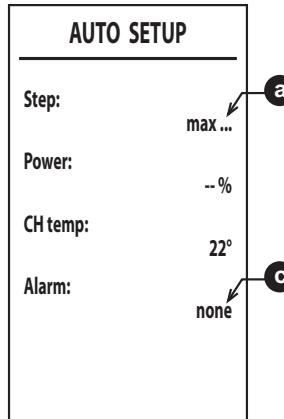

fig. 38
6. Después del encendido, el quemador se pone en modo calefacción a las distintas potencias (máx., med., mín.) indicadas por el punto **a** (fig. 38). Si la eliminación del calor de la instalación no es suficiente para hacer terminar el procedimiento, se puede activar una demanda de ACS solo después de que se haya encendido el quemador.
8. Si la secuencia de encendido descrita en el punto “6” no termina correctamente, se visualiza el mensaje **max_err** en el punto **a** y un código de error en el punto **c** (fig. 38).